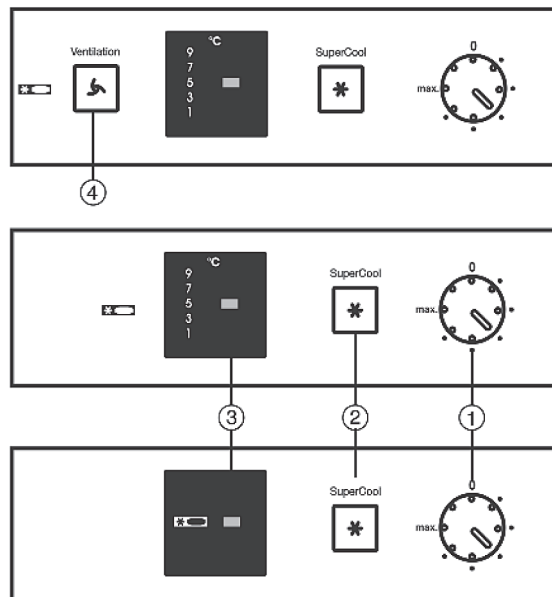

Рис. 2
- ▶ Поверните регулятор температуры *Рис. 2(1)* вправо с помощью монеты.
- ▶ Вращайте регулятор температуры *Рис. 2(1)* с помощью монеты до тех пор, пока на дисплее не появится нужное значение температуры.\*
- ▶ Вращайте регулятор температуры *Рис. 2(1)* с помощью монеты.\*